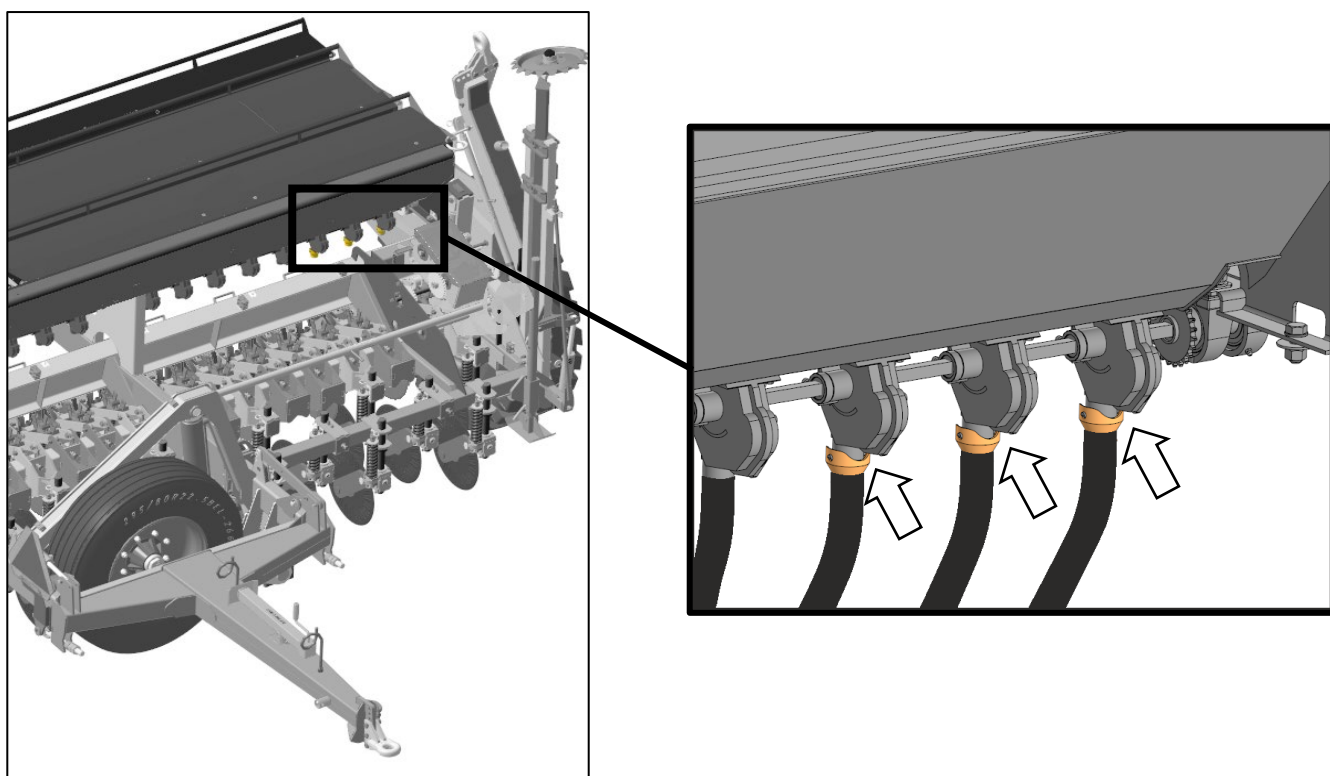

Рисунок 38 – Зона работы трёх первых дозаторов
1. Заполнить бункер посевным материалом в зоне работы трёх первых дозаторов, рис. 38.
3. Отсоединить семяпроводы от трёх первых дозаторов (семяпроводы с быстросъёмными соединениями), рис. 38.